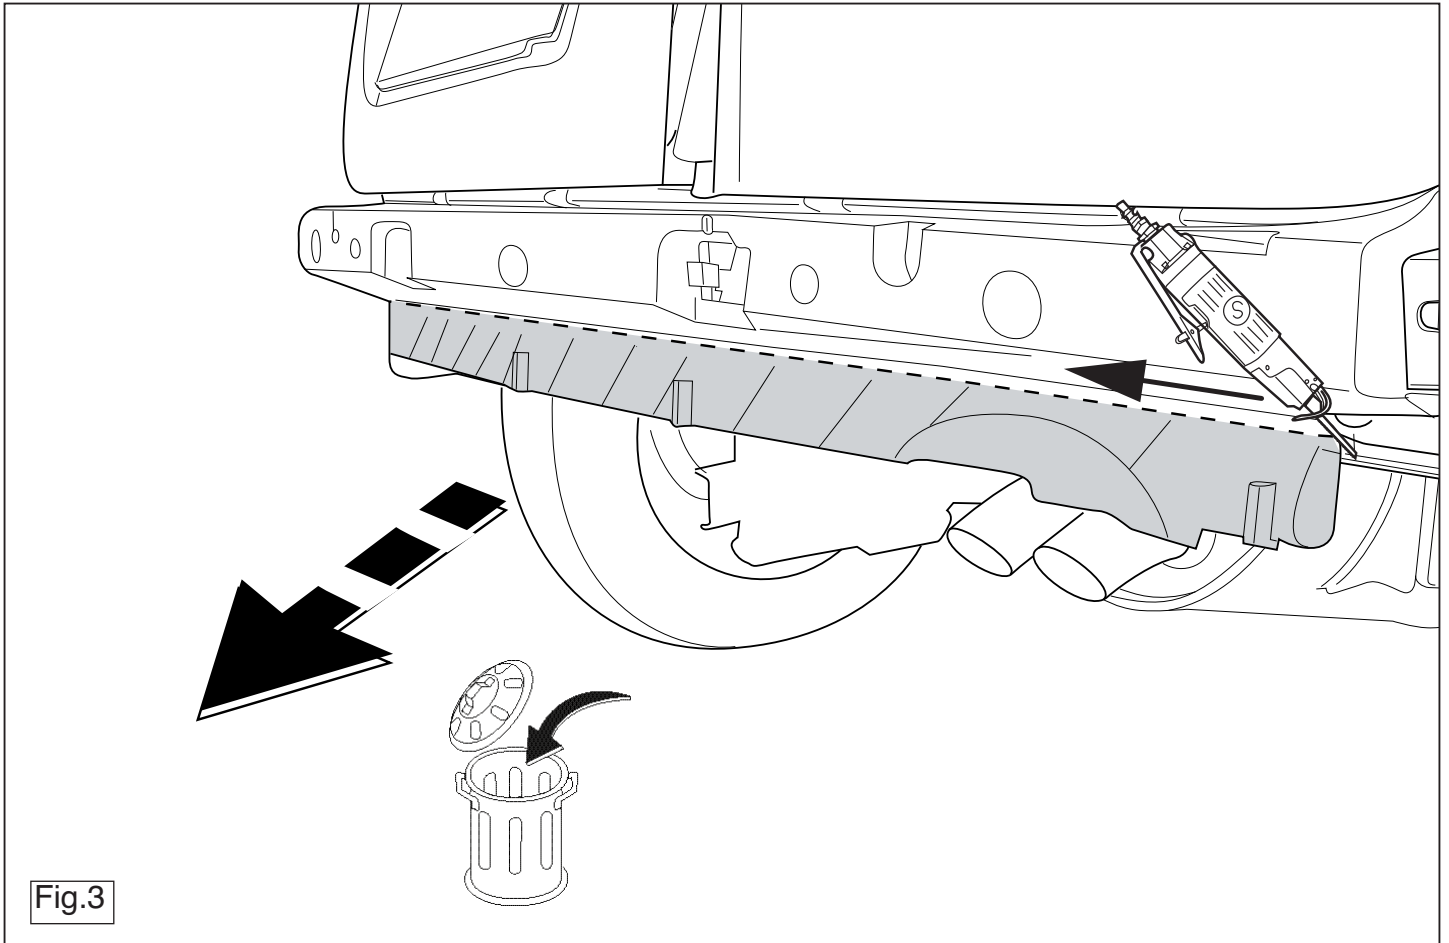

Fig.3
4. **Для автомобилей Вe Вop/Express Compact:** Выпилить обозначенную часть, как указано на рис. 3.